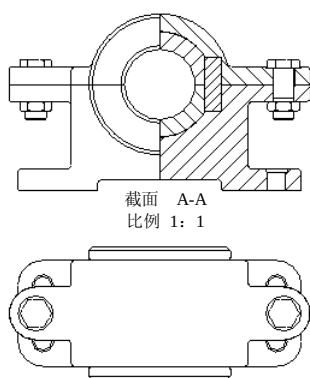

图 3.12.40 创建俯视图
Step3. 双击左视图, 在弹出的“绘图视图”对话框中设置视图的显示模式为  消隐, 切边显示模式为  无, 设置完成后的俯视图如图 3.12.40 所示。